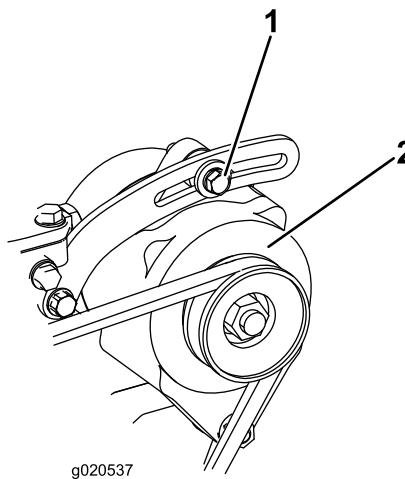

Рисунок 99
- Если прогиб не равен 10 мм, ослабьте болты крепления генератора (Рисунок 99).